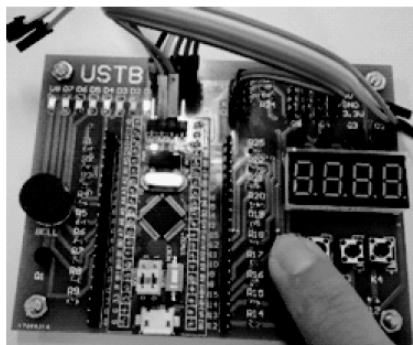

图 6.14 按键实验现象 1
- (1) 按下 KEY1,会反转 LED1 的状态,见图 6.14。